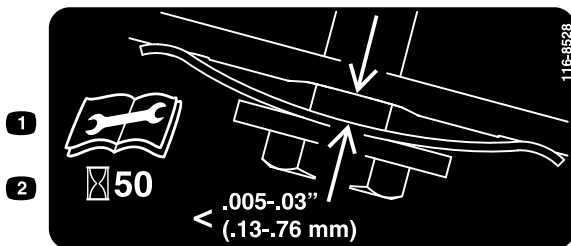

Figura 33
- Coloque um apalpa-folgas regulado entre 0,13 e 0,76 mm contra a parede e deslize-o para baixo por detrás da mola de tensionamento da correia; consulte a Figura 33.